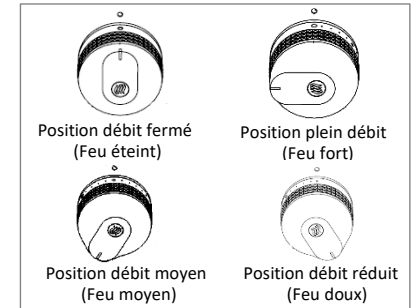

Figure 2 : Réglage de la manette de commande
5. Régler ensuite à volonté la hauteur de la flamme en tournant la ou les manettes de commande de plein débit (grand cercle) à débit réduit (petit cercle) (Voir figure 2)
6. Pour l'extinction, ramener la ou les manettes de commande sur le symbole de fermeture (O) puis fermer le robinet de la bouteille de gaz.